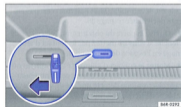

Fig. 150 Dans le coffre à bagages : déverrouillage d'urgence du hayon
- Cherchez la fente de déverrouillage d'urgence dans la zone inférieure du hayon ⇒ fig. 150.
- Poussez la clé du véhicule dans le sens de la flèche ⇒ fig. 150 et poussez le hayon vers l'exté- ▶